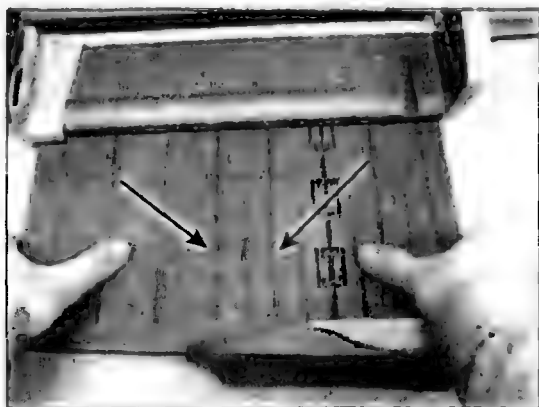

Рис. 4.3
2. Снимают лоток подачи бумаги: выгибают плоскость лотка (рис. 4.3) и вытягивают его движением на себя.